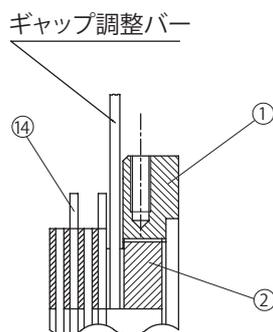

図 8-27
フィールド④側から見て左に回すとギャップが狭くなります。(図 8-27 参照)
- (4) アウターディスク⑭とセンターリング①の間には、取付ボルト③と固定ボルト⑪が交互に6本ずつ通っているため、ギャップ調整バーを回していくとそれらのボルトに当たります。ギャップ調整ネジ②には8等配の溝があり、ギャップ調整バーがボルトに当たるごとに(3)を繰り返して、ギャップ G を規定値に調整します。
- (5) ストッパー⑯を、規定ギャップに最も近い溝とネジ穴の点を選び取り付けてください。
- (6) ブレーキの手動解放を元の状態に復帰させた後、電源を入・切してブレーキ動作を確認してください。
- (7) ブレーキカバー㉒、Vリング㉓、ファン⑦、ファンセットボルト⑩、カバー⑧、屋外カバー㉑を取り付けます。この時ファンセットボルト⑩には、スリーボンド TB2365 を塗布してください。